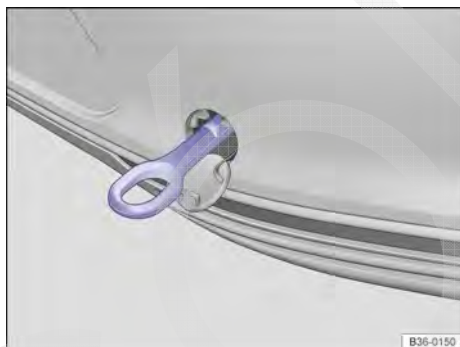

Fig. 291 No para-choque traseiro à direita: argola de reboque rosqueada.
- Rosquear a argola de reboque tão firme quanto possível **no sentido anti-horário** no alojamento → Fig. 291 → . Utilizar um objeto apropriado com o qual a argola de reboque possa ser rosqueada com firmeza no alojamento.